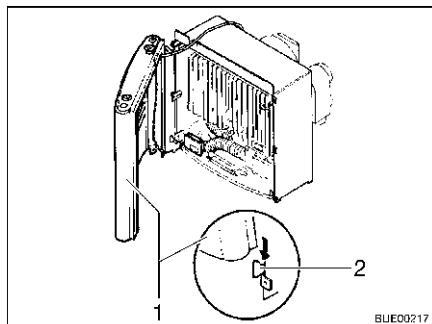

Bild 126 Hölje till värmeaggregatet, hållare
- Montera höljet på värmeaggregatet. Sätt höljet (Bild 126,1) på de nedre hållarna (Bild 126,2).